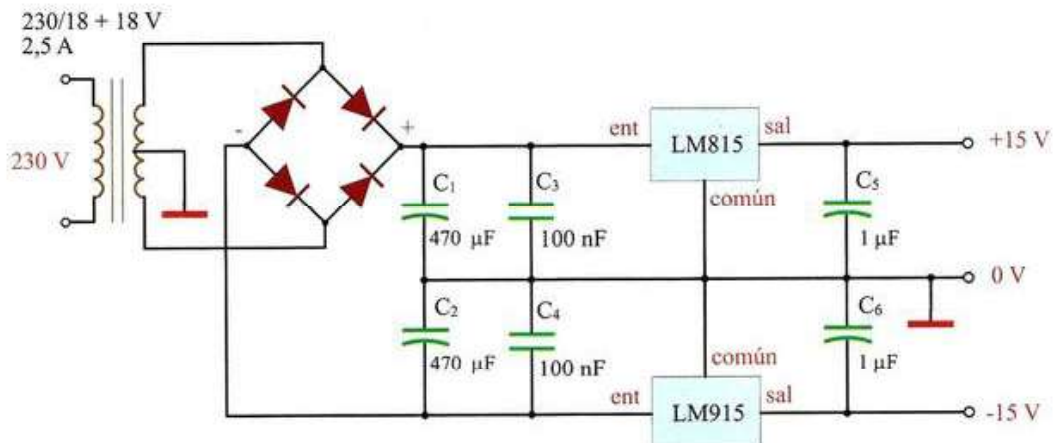

Figura 13.35. Fuente de alimentación simétrica de ± 15 V.
13.6. Fuente de alimentación simétrica. Se trata de construir una fuente de alimentación con salida simétrica de ± 15 V y 1 A con la ayuda de los reguladores integrados LM815 y LM915. Estos reguladores proporcionan a su salida 15 V estabilizados, debiendo proporcionar a su entrada una tensión 3 V superior como mínimo para que se pueda producir el proceso de regulación (Figura 13.35).